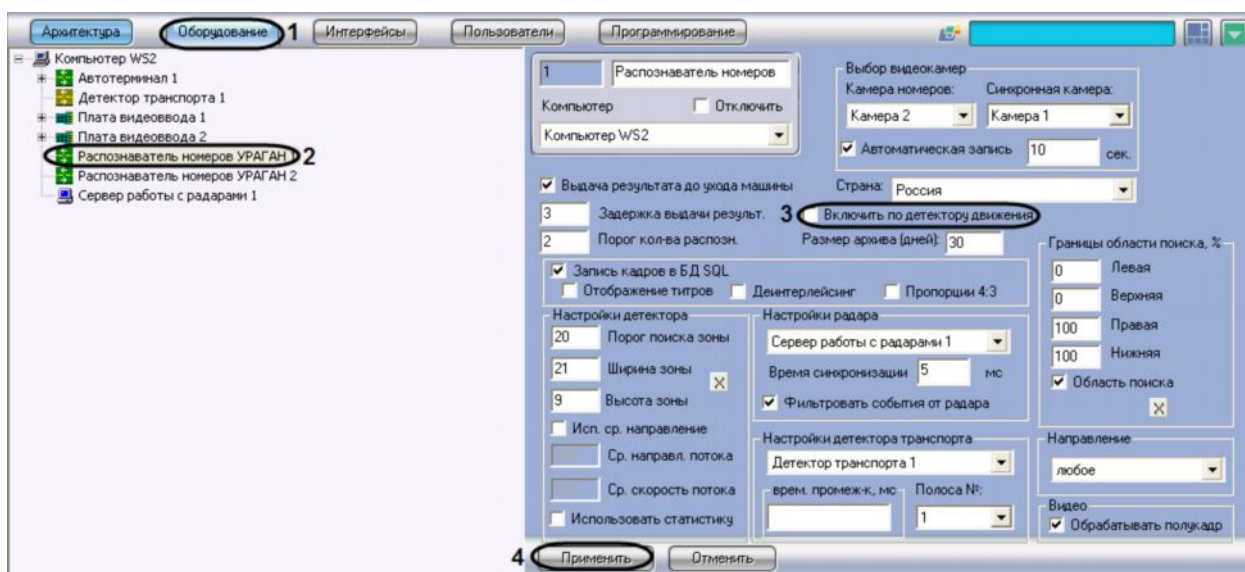

Рис. 7.2.7-1 Настройка совместной работы программного модуля «Ураган» и детектора движения программного комплекса «Интеллект»
1. В диалоговом окне «Настройка системы» перейти на вкладку «Оборудование» (см. Рис. 7.2.7-1, 1).
2. В дереве объектов на вкладке «Оборудование» выбрать объект «Распознаватель номеров УРАГАН», соответствующий настраиваемому программному модулю «Ураган» (см. Рис. 7.2.7-1, 2). В правой части вкладки «Оборудование» отобразится панель настройки выбранного объекта.
3. Установить флажок «Включить по детектору движения» для активации функции совместной работы программного модуля «Ураган» и детектора движения программного комплекса «Интеллект» (см. Рис. 7.2.7-1, 3).
4. Нажать кнопку «Применить» (см. Рис. 7.2.7-1, 4).